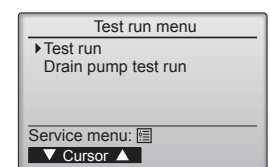

Fig. 8-2
- ② Välj "Test run" (Testkörning) från menyn Testkörning och tryck på [VÄLJ]. (Fig. 8-2)
- ③ Testkörningen startar och skärmbilden Testkörning visas.